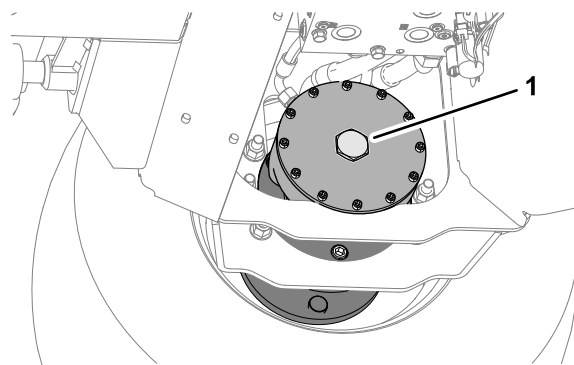

Figure 41
5. Sur le frein de moteur de la roue avant droite, enlevez le bouchon hexagonal (Figure 41).